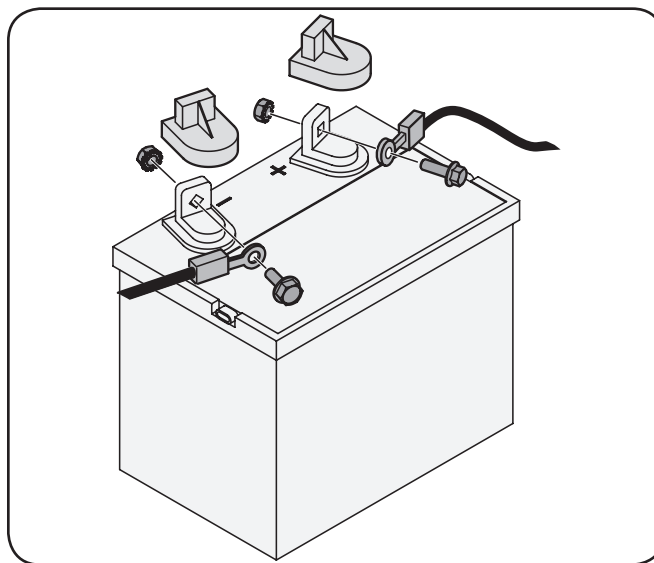

Figure 3-2
1. Retirez le protecteur en plastique, si équipé, de la borne positive (+) de la batterie et fixez le câble rouge à la borne positive (+) avec un boulon et un écrou. Voir Figure 3-2.
2. Retirez le protecteur en plastique, si équipé, de la borne négative (-) de la batterie et fixez le câble noir à la borne négative (-) avec un boulon et un écrou. Voir Figure 3-2.